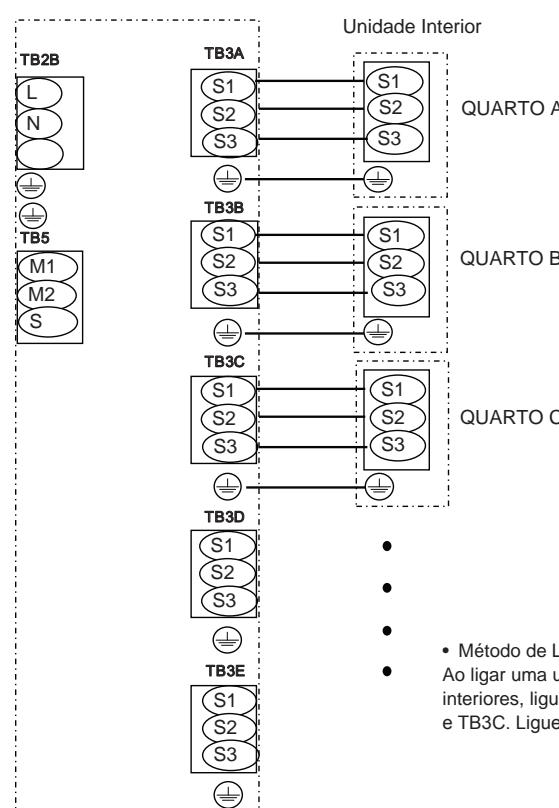

Fig. 8-9
8.2. Procedimento de cablagem externa (Fig. 8-8, Fig 8-9)
⑤ Fonte de alimentação: monofásica 220/230/240 V 50 Hz, 220 V 60 Hz